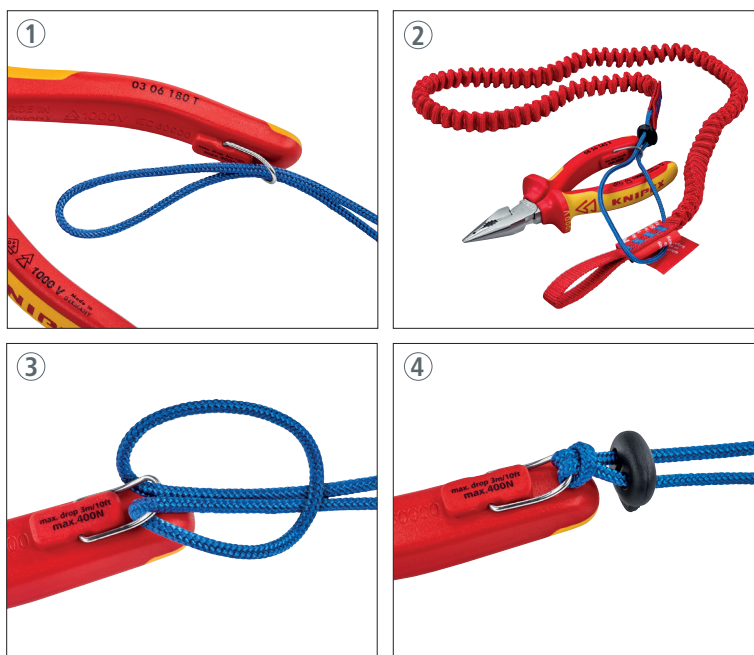

Рисунок 6. Подсоединение с помощью петли
- Инструменты KNIPEX с креплением для страховки от падения с высоты необходимо подсоединять только с помощью петли (рисунок 6).
Подсоедините другой конец страховочного стропы к подходящей надежной точке крепления инструмента для страховки от падения с высоты с помощью петли или карабина (см. раздел 4.1.1, рисунок 6 и раздел 4.1.2).